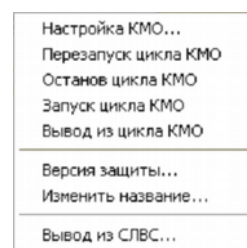
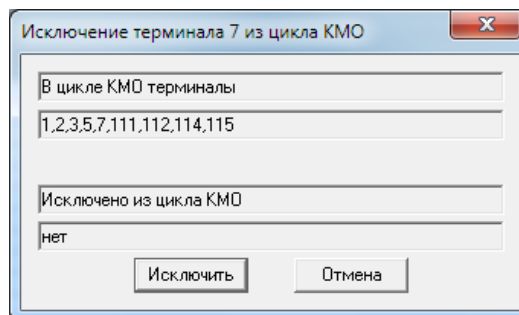
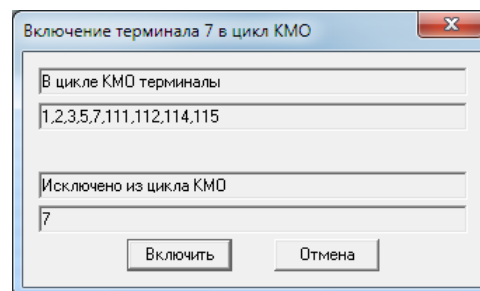

Рис. 31 Меню настройки
Рис. 32 Панель вывода терминала из цикла КМО
Рис. 35 Панель включения терминала в цикл КМО
После запуска программы «Монитор РЗА» и выбора терминала в списке панели доступа (см. рис. 11), двойным щелчком правой клавиши мыши открывается меню настройки, показанное на рис. 31. После выбора команды «Вывод из цикла КМО» появится панель вывода терминала из цикла КМО, показанная на рис. 32. В верхней строке панели дан список номеров терминалов входящих в цикл КМО, которые настроены в таблице списка терминалов КМО (см. рис. 16). В нижней строке – список номеров терминалов, выведенных из цикла КМО для проверок.
В меню настроек (см. рис. 31), по команде «Ввод в цикл КМО», вызывается панель включения терминала в цикл КМО, показанная на рис. 35.
5. отключается разъем Bbnet (при необходимости); перед отключением разъема Bbnet необходимо вывести терминал из СЛВС ЧЯ по команде «Вывод из СЛВС» меню настройки (см. рис. 31).